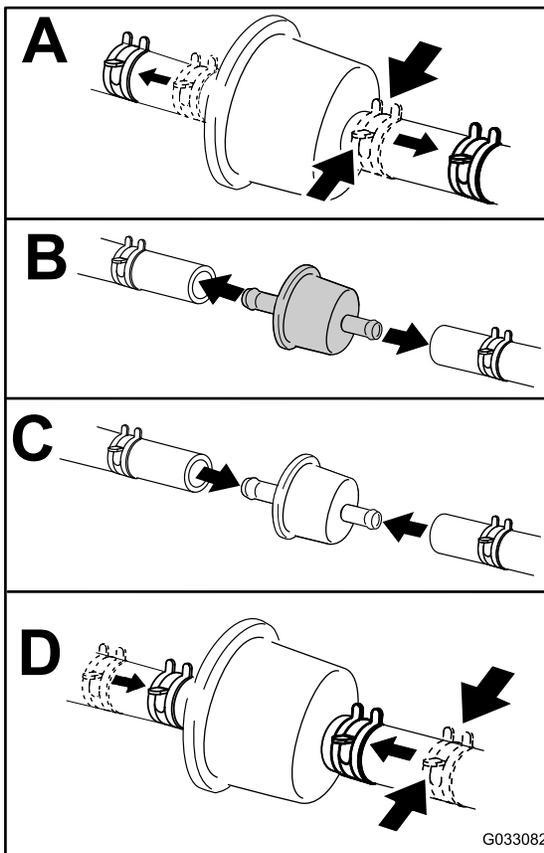

Figura 52
5. Cambie el filtro de combustible (Figura 52).
5. Desconecte el cable positivo (rojo) del borne de la batería (Figura 52).